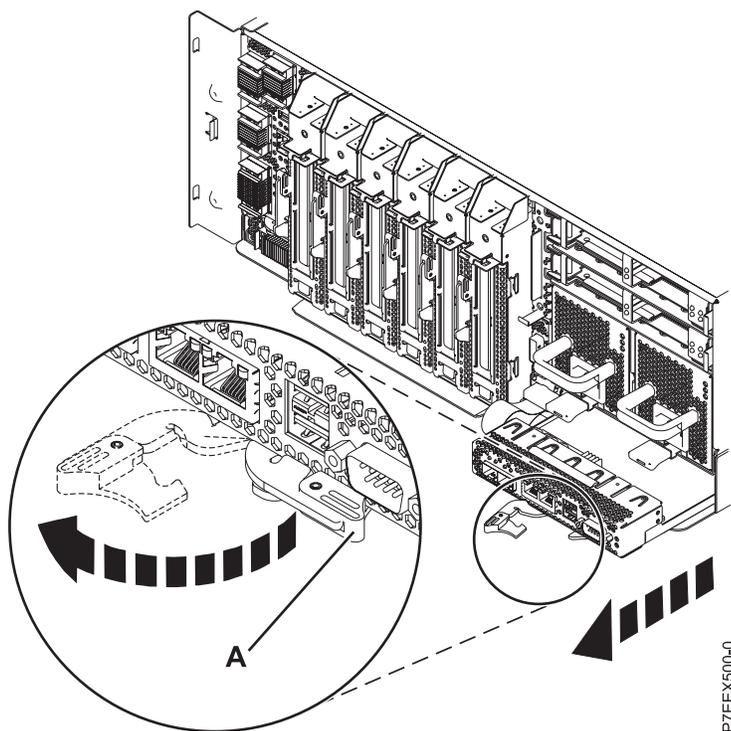

Figure 1. Retrait d'une carte multifonction intégrée pour le système 8248-L4T, 8408-E8D, ou 9109-RMD
5. Repérez la carte multifonction intégrée que vous souhaitez retirer, comme illustré à la figure 1, à la page 4.
7. Déverrouillez la carte multifonction intégrée en écartant le loquet (A), comme illustré dans le schéma ci-après.